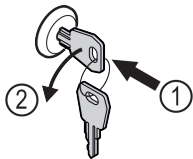

Fig. 139
- ▶ Вдавити ключ. Fig. 139 (1)
- ▶ Повернути ключ на 90° проти годинникової стрілки. Fig. 139 (2)